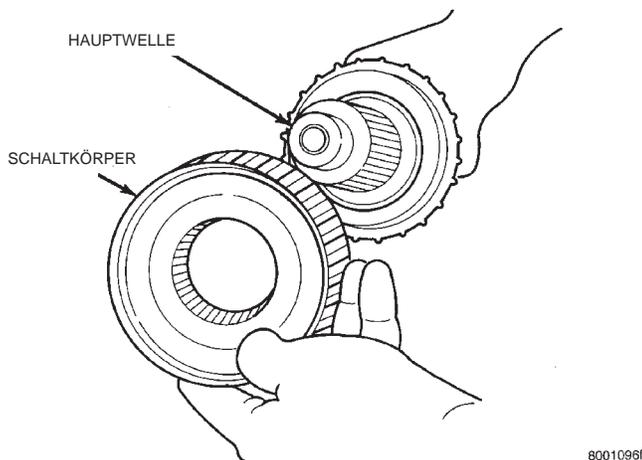

Abb. 29 Schaltkörper ausbauen
(2) Den Schaltkörper von der Hauptwelle schieben (Abb. 29).